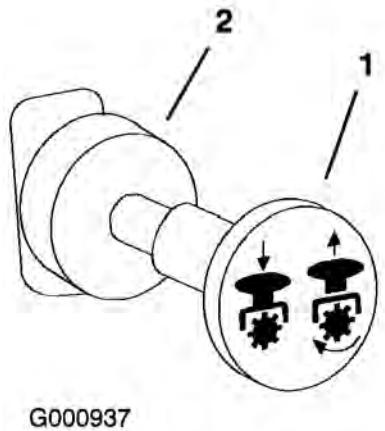

Figure 15
4. Tirez sur la commande de prise de force (PDF) pour l'engager (Figure 15).
Poussez la commande de PDF pour la désengager (Figure 15).